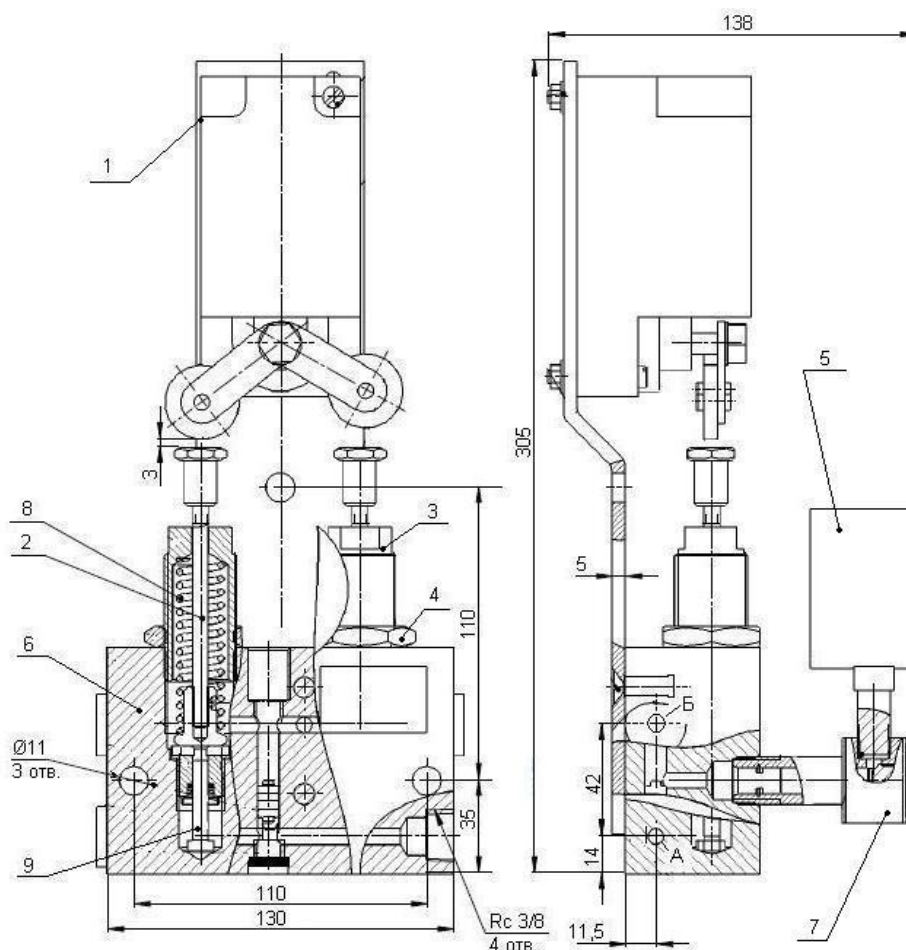
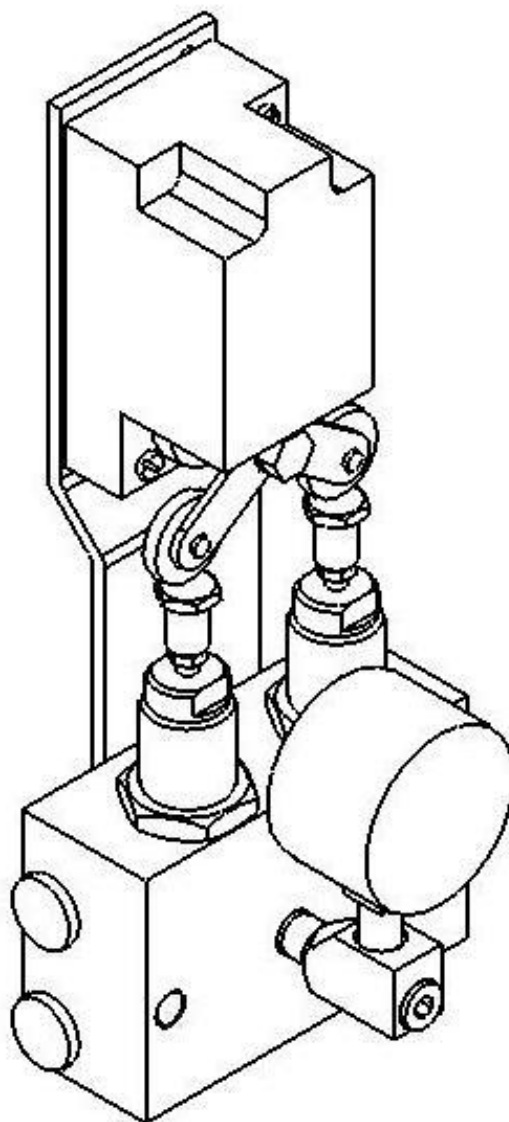

Рис. 1. БПС схема.
Рис. 2. БПС общий вид
Габаритные и присоединительные размеры блока переключения указаны на рис.1.
4.1. Смазочный блок переключения состоит из следующих основных частей (рис. 1): 1 – конечный выключатель, 2– шток, 3 – регулировочная гайка, 4 – контргайка, 5 – манометр, 6 – корпус, 7 – демпфер-разделитель, 8 – пружина, 9 – толкатель; А и Б – магистрали. Общий вид БПС изображен на рис. 2.